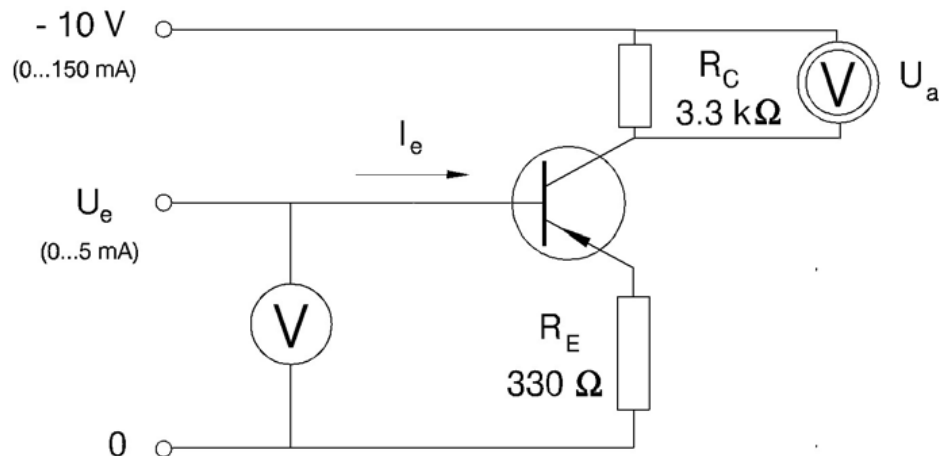

Abbildung 6:
In der in Abb. 6 angegebenen Schaltung messe man die Ausgangsspannung  $U_a$  für Eingangsspannungen  $U_e$  von  $0 \dots -2$  V. Da der Ausgangswiderstand der Schaltung groß ist, wird am Ausgang als Voltmeter das elektronische Messinstrument  $\textcircled{V}$  benutzt, dessen Innenwiderstand  $1 \text{ M}\Omega/\text{V}$  beträgt. Man trage die Kennlinie  $U_a(U_e)$  graphisch auf, entnehme daraus  $\nu$  und vergleiche mit Gl. (4).
In der Schaltung Abb. 6 lege man anstelle der Spannung  $U_e$  vom Netzgerät das Funktionsgenerator-Signal an die Basis und entferne beide Voltmeter. Gleichzeitig gebe man die Spannung  $U_e$  auf den Oszillographen-Eingang  $Y_A$ . Die Spannung am Kollektorstrom  $U_a$  gebe man auf den Eingang  $Y_B$ . Um nur **einen** Erdungspunkt in der Schaltung zu verwenden, ist es sinnvoll, nicht  $U_a$  direkt, sondern